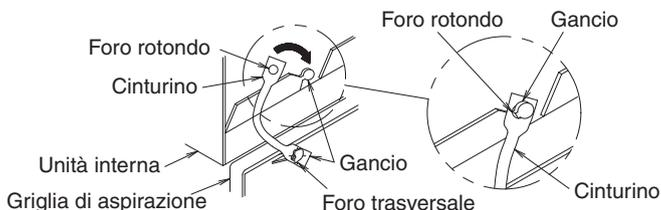

Fig. 38
- Durante l'installazione della griglia di aspirazione, appendere la fascetta della griglia di aspirazione alla parte in sospensione dell'unità interna illustrata in Fig. 38.